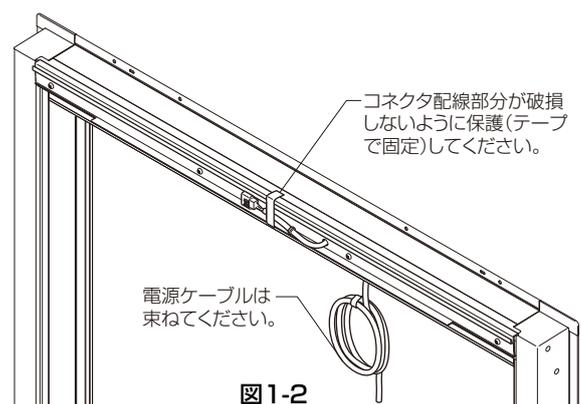

図1-2
- ①ドア上枠(室外側)に、両端から左右均等の位置に照明取付材を押当ててください。上枠からはみ出ないようにしてください。
- ②照明取付材を押当てた状態(図1-2参照)で、照明取付材の端部にあてて穴の中心にあわせてポンチで位置出しをしてから、ドア上枠に $\phi 3.5$ mmの穴をあけ、両端部(2箇所)に付属の照明取付材固定ねじで仮固定してください。